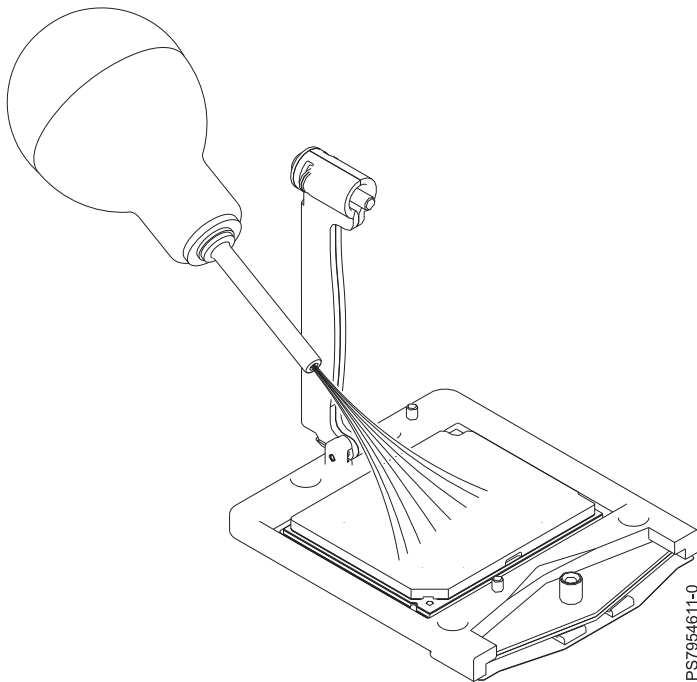

図 34. プロセッサ・エリアのごみを取り除く
8. ごみやほこりがある場合は、エアー・バルブを使用して、マイクロプロセッサの中心からサイドに向かって少し空気を吹き出します (図 34 を参照)。